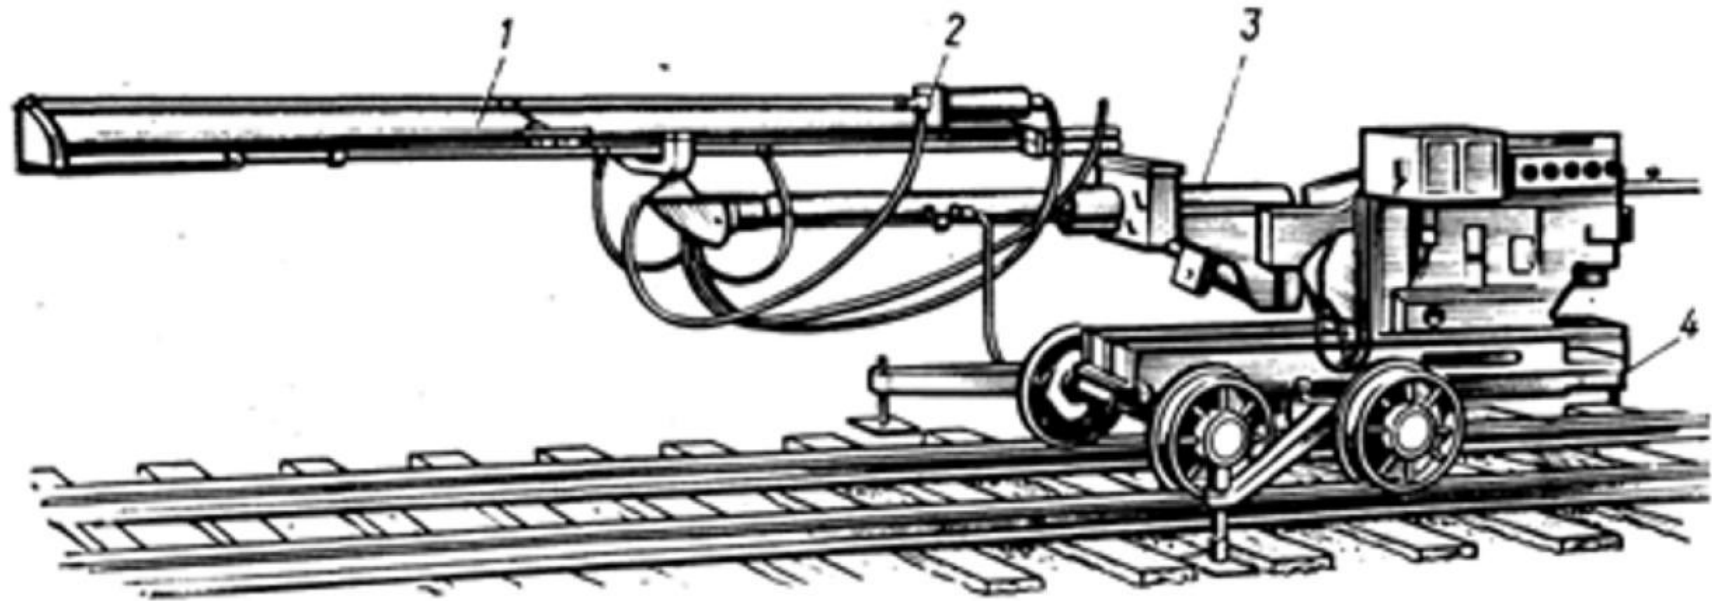
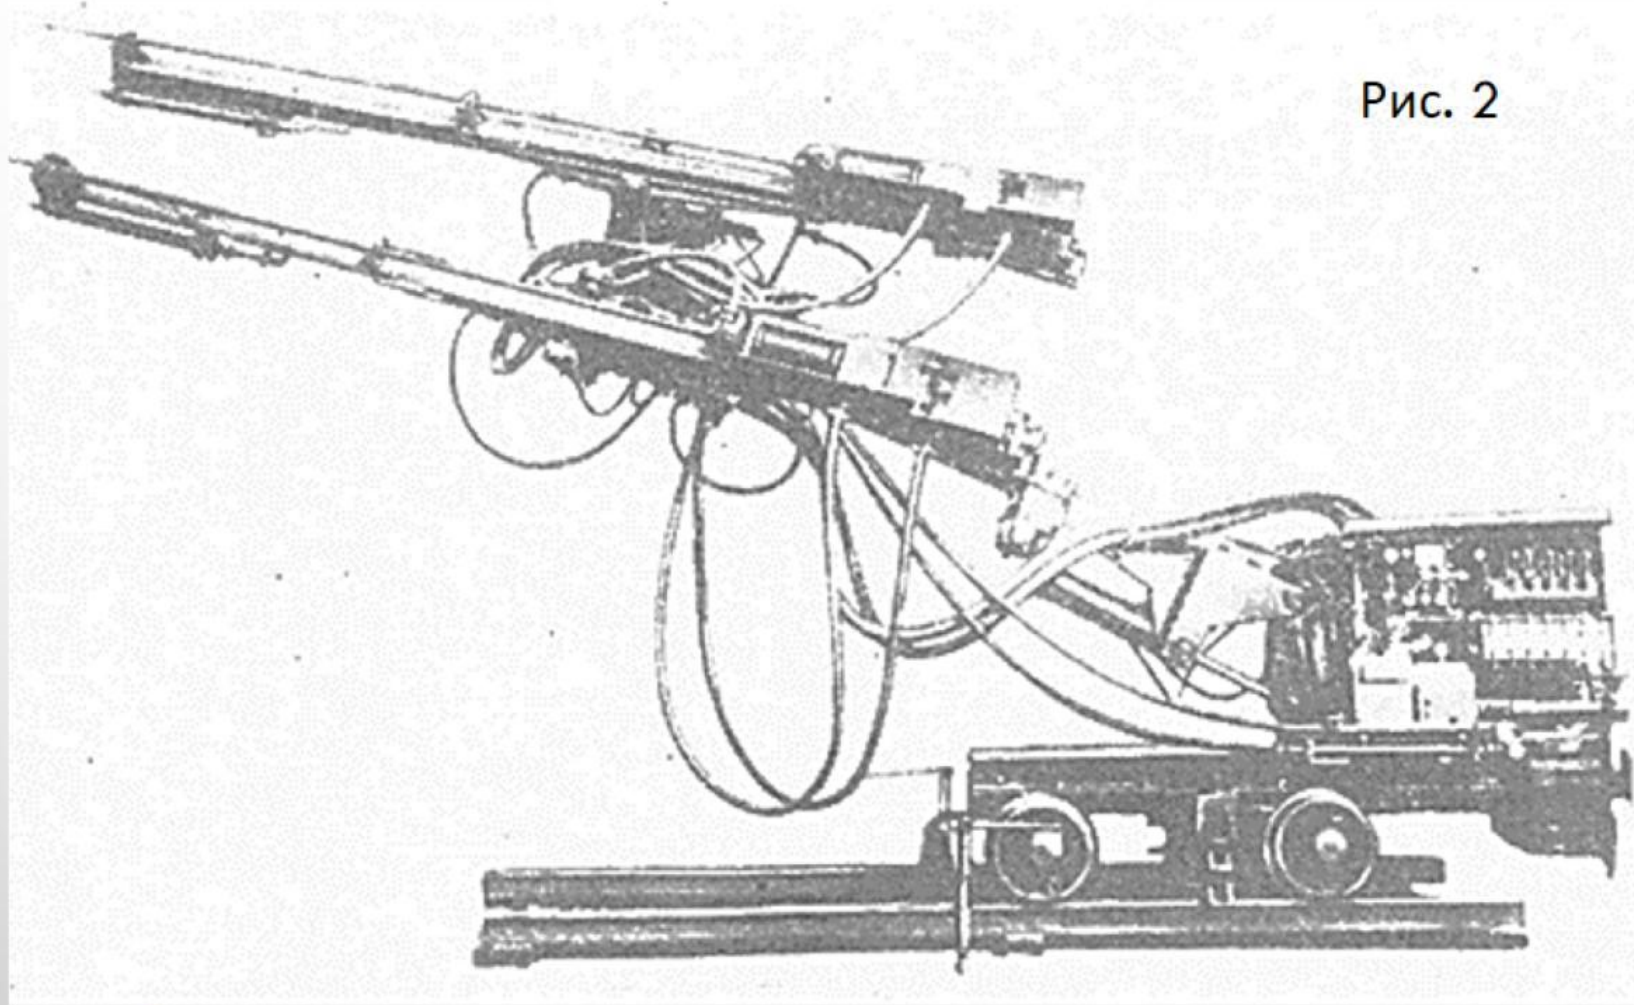

Рис. 1
Рис. 2
- бурильные установки БУ-1 (рис. 1) и БУР-2 (рис. 2);